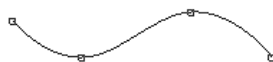

图 3.2.18 开放的（显示通过点）
- ◆ 选取  Open End with Fit Points 选项，则此时的样条如图 3.2.18 所示。